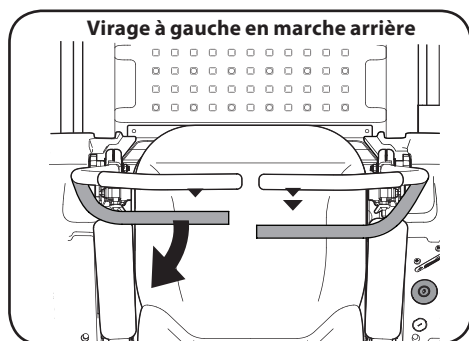

Figure 3-6
1. Pour tourner à gauche en marche arrière, poussez la barre de conduite gauche vers l'avant et tirez la barre de conduite droite vers vous. Voir Figure 3-6.